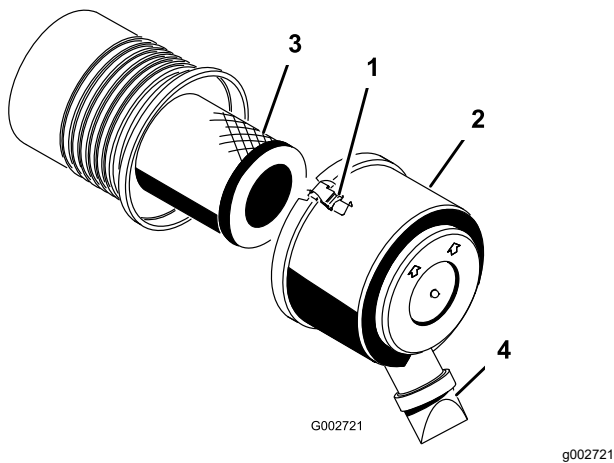

图 27
1. 松开将空气滤清器盖固定到空气滤清器壳体上的搭扣图 27。